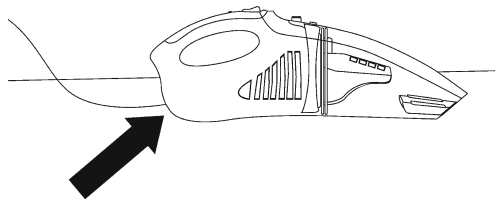

Abb. 8
- Wahlweise kann das Gerät auch direkt über den Ladeanschluss (1) aufgeladen werden (Abb. 8).